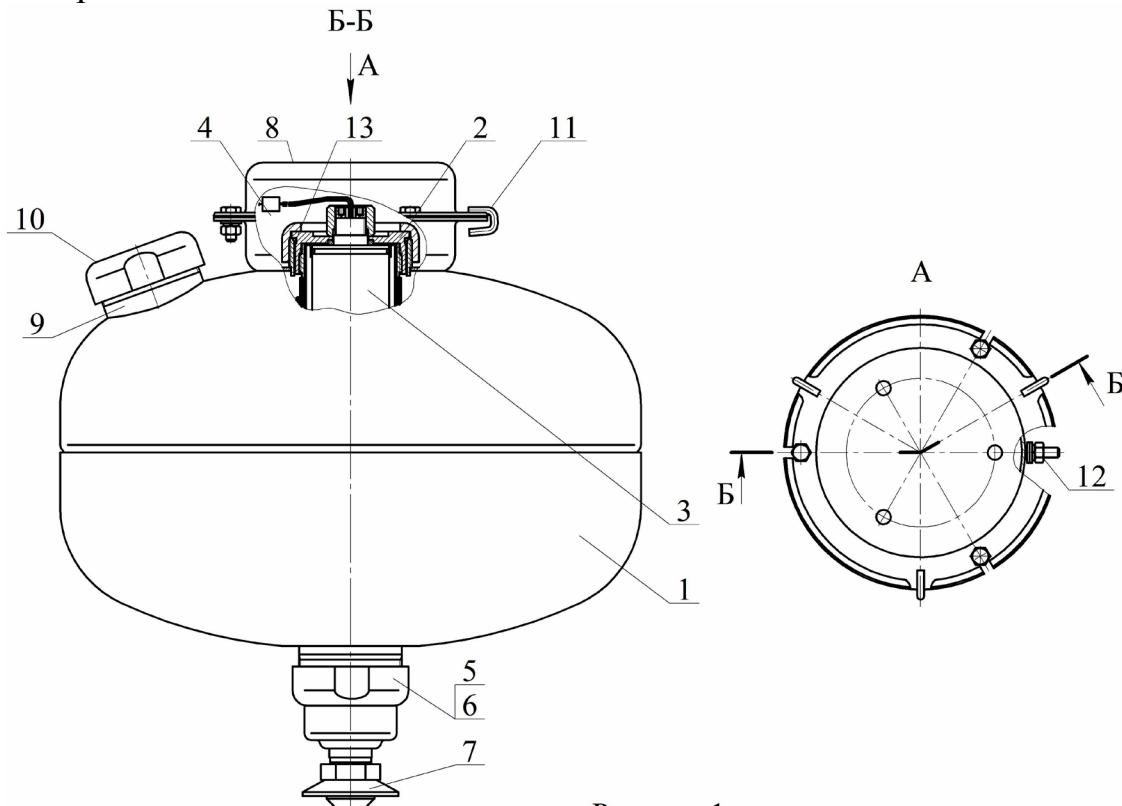

Рисунок 1
4.1.1 МУПТВ (см. рисунок 1) состоит из корпуса **1**, заправленного ОТВ, в котором размещено газогенерирующее устройство **2**. В герметичный корпус газогенерирующего устройства установлен ИХГ **3** с элементом электропусковым **4**. Нижняя горловина корпуса перекрыта срезной мембраной **5**, которая поджата гайкой **6**. С гайкой **6** через фильтрующий элемент соединен насадок-распылитель **7**. В верхней части корпуса расположены кронштейн **8** для крепления к потолочному перекрытию, горловина **9** для заливки ОТВ и предохранительный клапан **10**. Для фиксации МУПТВ при монтаже на кронштейне **8** закреплены три скобы **11**. МУПТВ имеет заземляющий зажим **12**.
4.2.1 После подачи электрического импульса на выводы элемента электропускового 4 (см. рисунок 1) ИХГ 3 генерирует газ, который создает давление внутри корпуса МУПТВ для вскрытия мембранны 5 и выпуска через насадок-распылитель 7 в зону горения тонкораспыленной струи ОТВ.
6.3 Закрепить кронштейн 8 (см. рисунок 1) на потолке. Координаты отверстий в кронштейне приведены на рисунке 4.
6.6.1 Залить в отверстие горловины 9 (см. рисунок 1) корпуса МУПТВ $13,2^{+0,15}$ дм³ воды питьевой ГОСТ Р 51232-98, открыть емкость с ингибитором коррозии и добавить его в заполненный водой корпус.
6.7 Накрутить до упора насадок-распылитель 7 (см. рисунок 1).
7.4 Комплект поставки для перезарядки МУПТВ (см. рисунок 1):